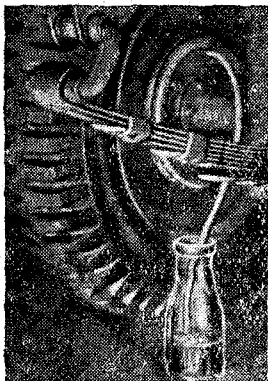

Рис. 16. Удаление воздуха из тормозной системы
1. На специальный наконечник (нипель) в верхней части тормозных цилиндров на опорных дисках колесных тормозов надень имеющуюся в наборе инструмента резиновую трубку (рис. 16).